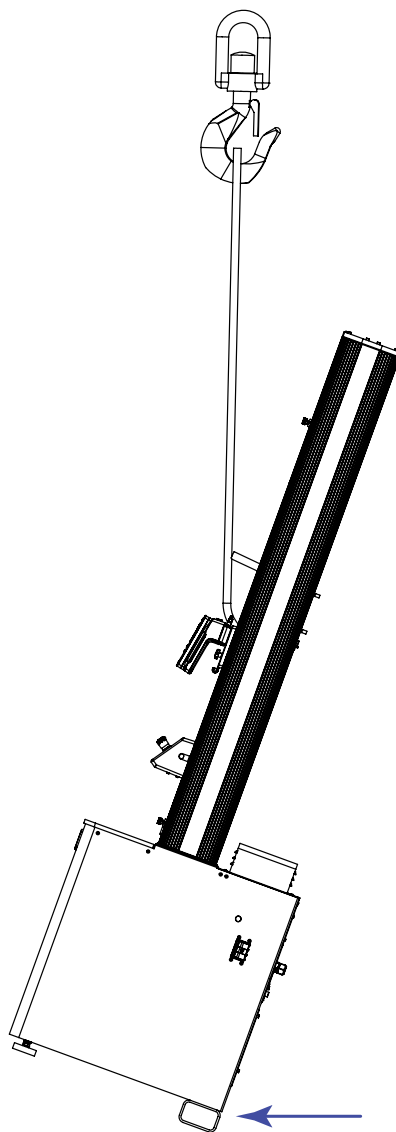

Figura 25. Colocación del bastidor en posición vertical
5. Eleve lentamente el bastidor hasta ponerlo en posición vertical (consulte la Figura 25 en la página 86).
Durante la elevación, asegúrese de que las únicas partes que entren en contacto con la plataforma de transporte o el suelo sean los soportes tubulares en la parte trasera de la base del bastidor (indicados por la flecha en la Figura 25 en la página 86).